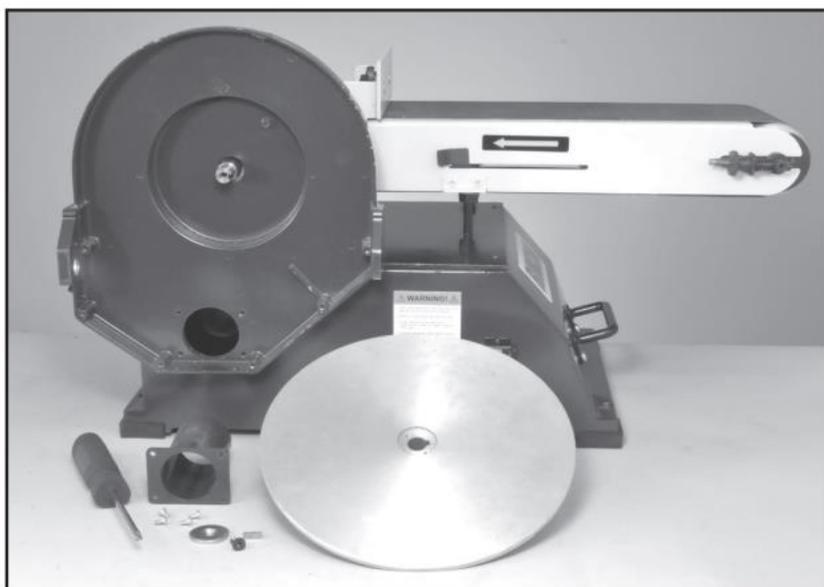

Рис. 17
4. Снимите металлический шлифовальный диск. Поверните фиксатор диска по часовой стрелке, чтобы снять. Вытащите большую шайбу из отверстия в центре диска, а затем снимите диск с приводного вала. Обратите внимание, что диск устанавливается на вал с помощью небольшого ключа. Рис.17.
5. Снимите пылезащитный патрубок с нижней части рамы диска с помощью четырех крестообразных головок. Рис. 17.